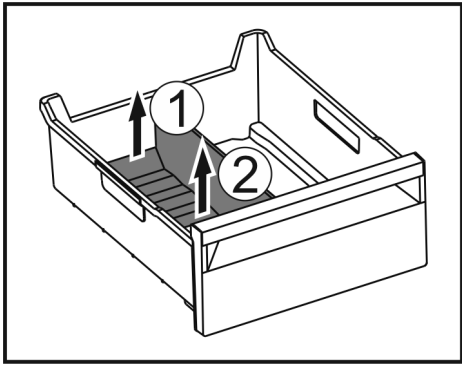

Fig. 141
- 提升冰格分隔器后部。 Fig. 141 (1)
- 向上取出冰格分隔器。 Fig. 141 (2)